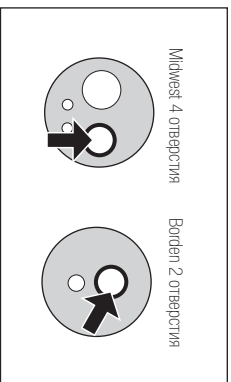

Рис. 12
- 4) Вставьте насадку для спрея в наконечник в отверстие приводного воздуха. Крепко удерживайте наконечник при смазке и распылите спрей в течение 2-3 секунд. Смазывайте до тех пор, пока масло не начнёт выходить из головки наконечника (примерно 2 секунды) (Рис. 12).